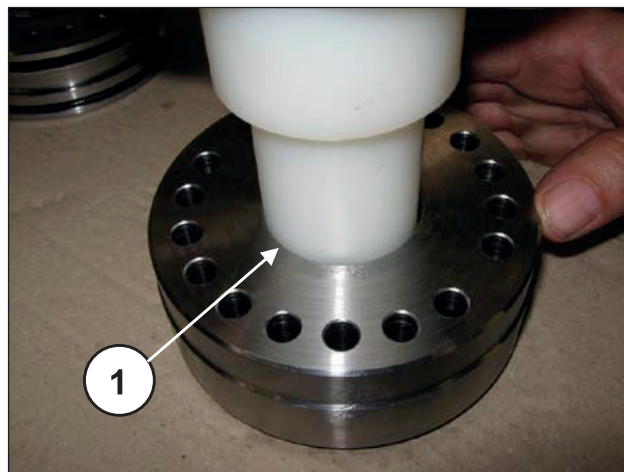

Abb. 198
Führen Sie in den HD-Dichtungshalter die Kopfdichtung (Pos. ①, Abb. 196) und anschließend den HD-Dichtungssatz (Hochdruck) ein; verwenden Sie aufgrund des leichten Übermaßes zwischen Dichtung und HD-Dichtungshalter zur Vermeidung von Schäden den Kunststoffdorn (Pos. ①, Abb. 197 und Abb. 198).